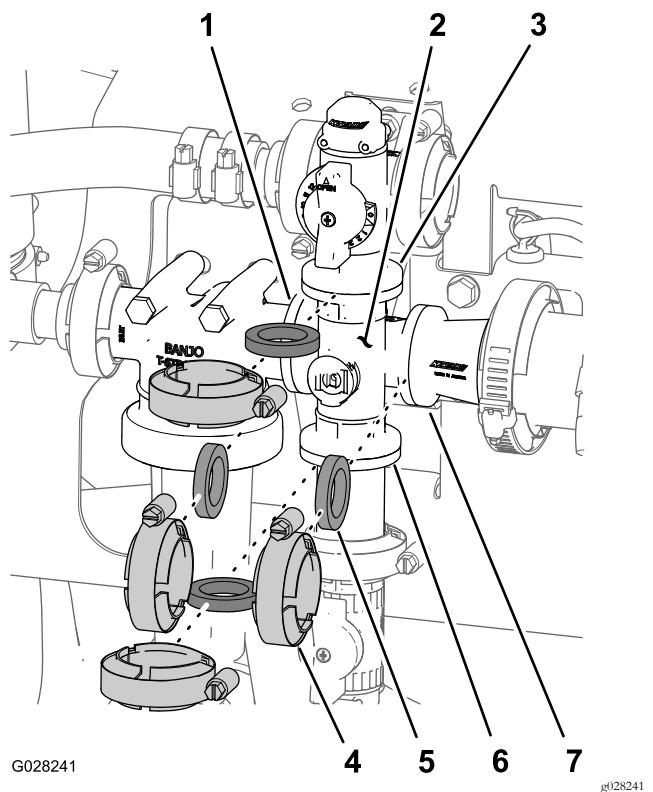

Figura 134
- Retire as braçadeiras e juntas que fixam o coletor da válvula de agitação à válvula de distribuição de agitação, cabeça do filtro de pressão, acoplador de redução e união adaptadora (válvula do acelerador da agitação) como se mostra na Figura 134.